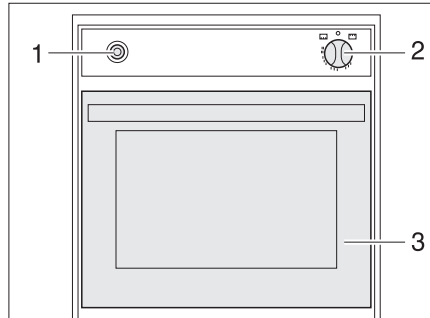

Bild 136 Gasbackofen
- Backofenklappe (Bild 136,3) ganz öffnen.
- Drehregler (Bild 136,2) leicht drücken und auf "🔥" (Backofen) stellen.
- Drehregler (Bild 136,2) drücken und 5 bis 10 Sekunden lang gedrückt halten. Es strömt Gas zum Brenner.
- Zündschalter (Bild 136,1) so oft drücken, bis die Flamme brennt.
- Drehregler (Bild 136,2) auf "0" drehen. Die Flamme erlischt.